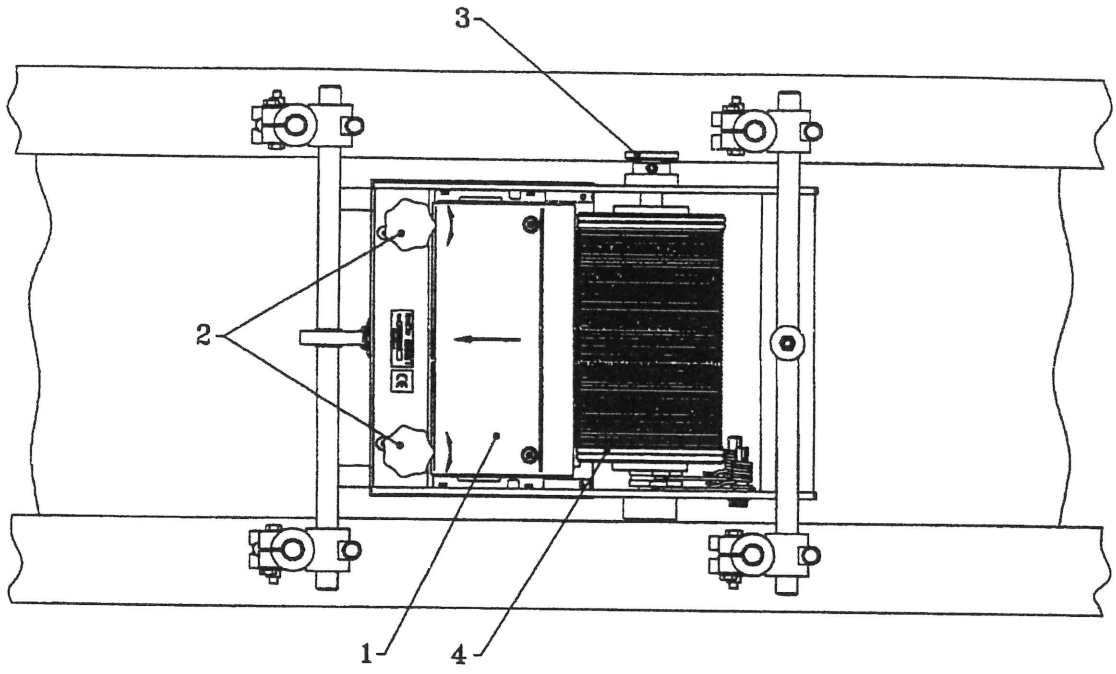

Bild 15: Herausnehmen und Einsetzen des Textringes
(siehe Bild 15)
1. Tintensystem freistellen; dazu die beiden Drehknöpfe (2) eine halbe Umdrehung drehen.
2. Tintensystem nach hinten schieben (bei Bild 15 nach links).
3. Knauf (3) nach außen ziehen
5. Extring (4) nach oben herausnehmen.